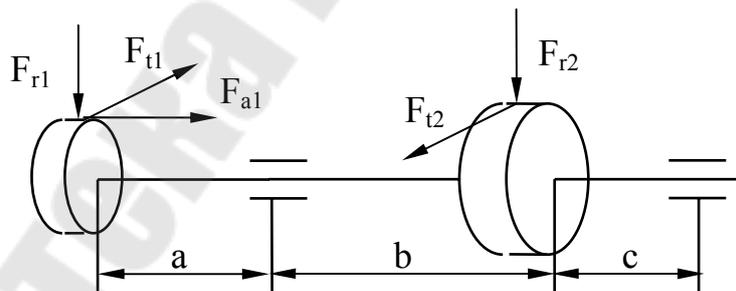

Рис. 5.4
5. Сделать уточненный расчет вала для заданной схемы (рис. 5.4), если  $F_{t1} = 1500$  Н,  $F_{r1} = 558$  Н,  $F_{t2} = 750$  Н,  $F_{r2} = 279$  Н и  $F_{a1} = 318$  Н. Исходные данные приведены в табл. 5.5